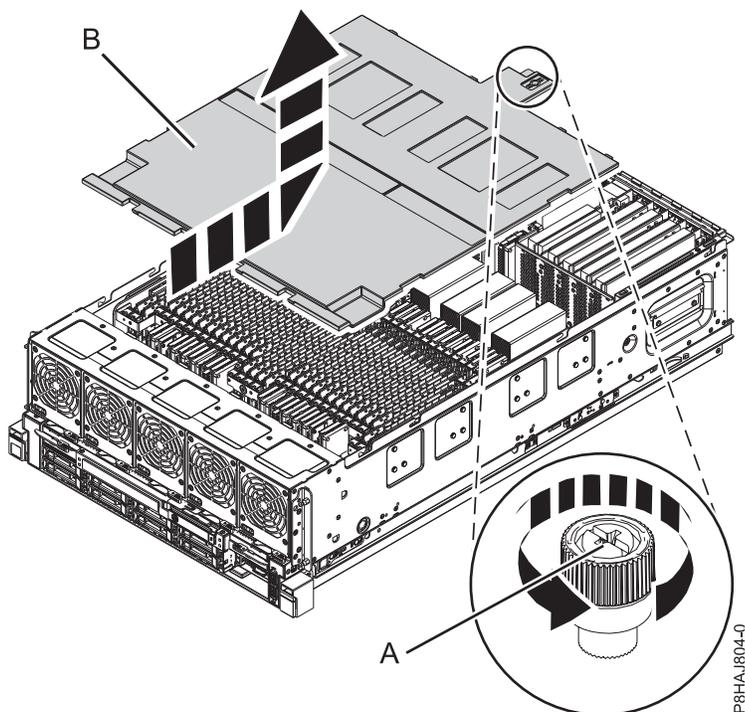

Figura 12. Remover a tampa de segurança
2. Desaperte o parafuso de aperto manual (A) localizado na parte posterior da tampa, ao rodá-lo na direcção apresentada na Figura 12 na página 34.
3. Faça deslizar a tampa de segurança (B) em direcção à parte posterior do sistema. Quando a parte anterior da tampa passar a extremidade superior da estrutura, levante a tampa e retire-a do sistema.